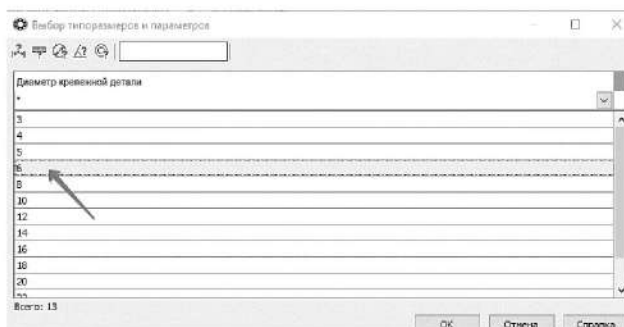

Рисунок 3.92. Окно размеров Шайбы
10.1.8 В списке **Выбор типоразмеров и параметров** выполните двойное нажатие левой кнопки мыши на значении диаметра крепежной детали 6 мм (рисунок 3.92). Кроме размеров можно определять другие параметры изделия: материал шайбы, материал и толщину покрытия.